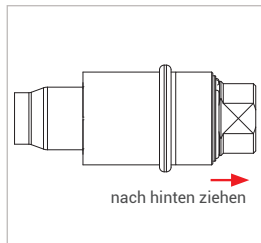

Abbildung 7
- ▶ Ziehen Sie leicht am Unterteil (Pos. 2) (Roter Pfeil Abbildung 7) des Adapters entgegen des Anschlussrichtung um sicherzustellen, dass der Adapter richtig angeschlossen ist.